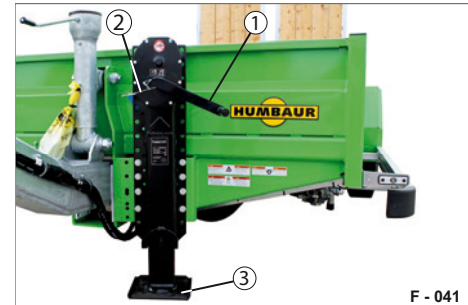

Abb. 22 Getriebestützwinde
- ▶ Kurbeln Sie den Stützfuß (Abb. 22/3) komplett bis zum Untergrund herunter.